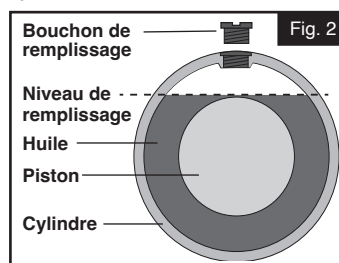

Fig. 2
- e. Avec le cric à la verticale, ajoutez une huile hydraulique de haute qualité (non incluse) jusqu'à ce que le niveau d'huile à l'intérieur du cylindre couvre juste le haut du piston. Soyez TRÈS PRUDENT pour ne pas laisser entrer de saleté ou de matière étrangère dans le système. Voir figure 2.